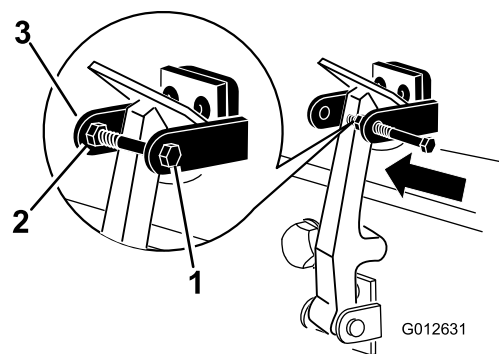

図 6
9. CEロックブラケットのもう一方のアームにボルトを通し、このボルトをロックナットとワッシャで固定する 図 6。